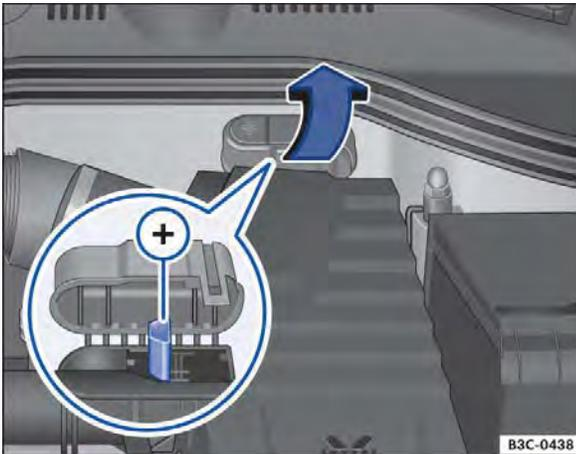

Fig. 256 No compartimento do motor: ponto de auxílio à partida (+).
- Se necessário, abrir a cobertura da bateria no compartimento do motor ⇒ Página 326 ou dobrar a capa do ponto auxiliar de partida ¹⁾ para o lado no sentido da seta ⇒ Fig. 256.
- Conectar uma extremidade do cabo auxiliar de partida *vermelho* ao polo positivo ⇒ Fig. 257 ⊕ ou ⇒ Fig. 256 ⊕ do veículo com a bateria do veículo descarregada ① ⇒ ⚠.
- Conectar a outra extremidade do cabo auxiliar de partida *vermelho* ao polo positivo ⊕ da bateria do veículo fornecedora de corrente ②.